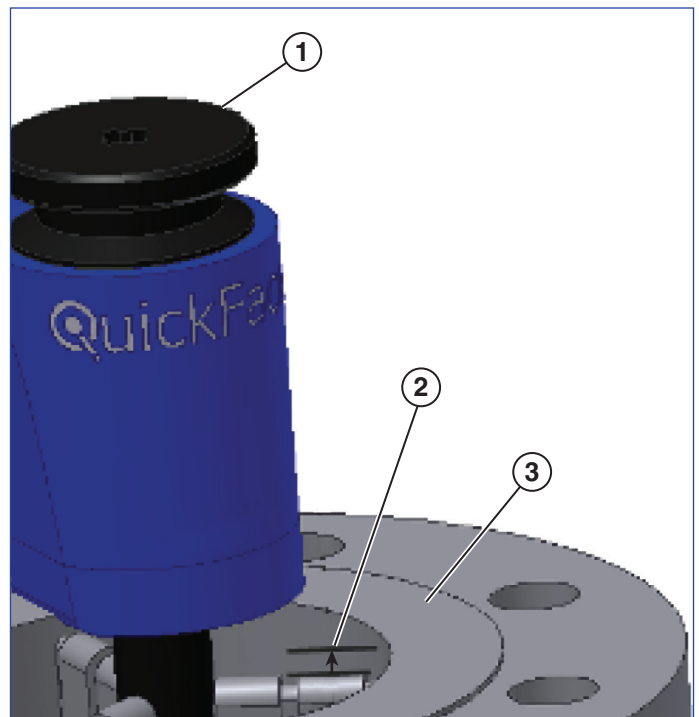

Abb. 10
1. Installieren Sie QuickFace im Werkstück mit der Oberseite des Positionierers, oder der Positionierer verlängerung, falls verwendet, ca. 3 mm über der Flanschfläche (siehe Abb. 10). Drehen Sie den Arretierungsknopf des Dorns im Uhrzeigersinn, um die Positionierer festzuziehen. Kippen Sie QuickFace beim Festziehen vor und zurück, um sicherzustellen, dass er fest im Werkstück sitzt. Wenn der QuickFace-Dorn von Hand nicht fest angezogen werden kann, stecken Sie einen Knarenschlüssel in ein Ende des Arretierungsknopfes des Dorns. ZIEHEN SIE DEN ARRETIERUNGSKNOPF DES DORNS NICHT ZU FEST AN, DA ES SONST ZU SCHÄDEN KOMMEN KANN! Der Dorn ist fest genug angezogen, wenn der QuickFace sich nicht bewegt, wenn er am Ende des Getriebegehäuses angehoben wird.